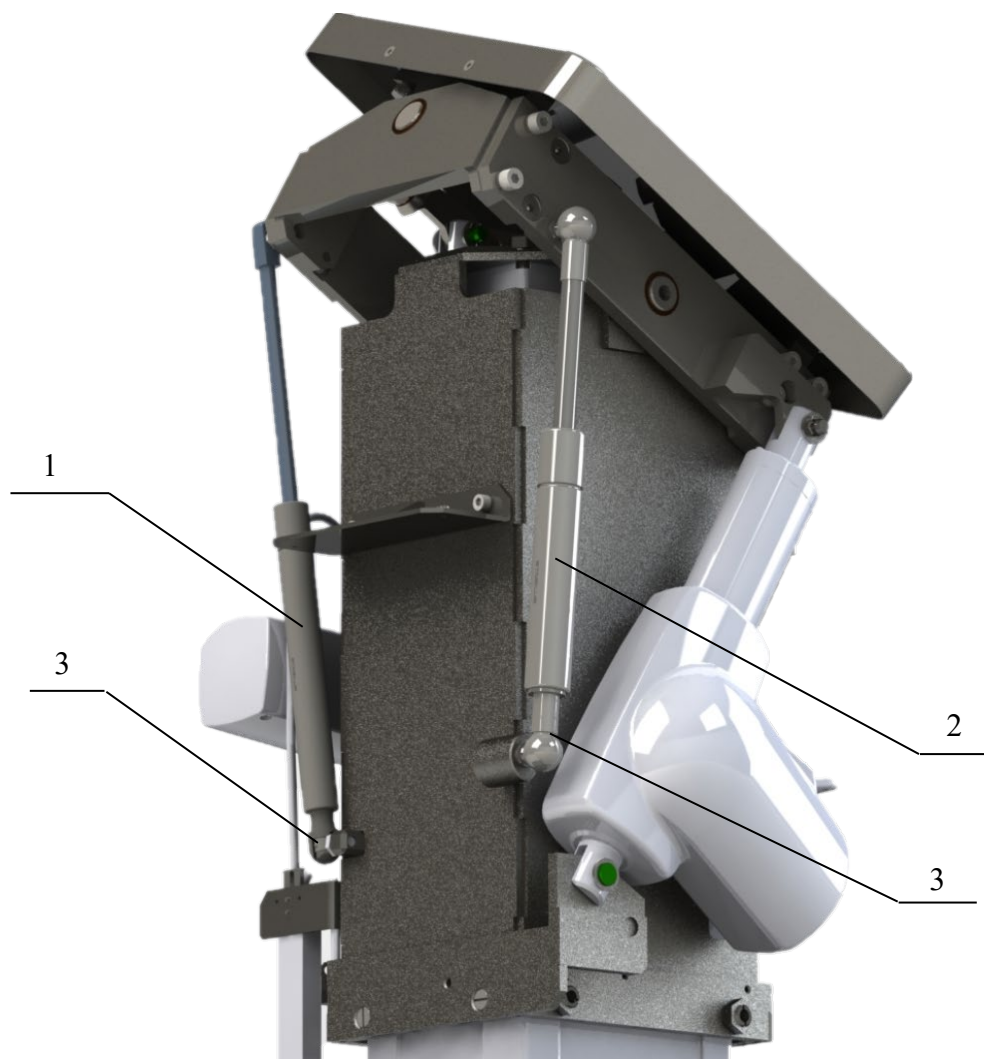

Рисунок 17. Снятие газовых пружин.
- установите панель стола в положение, при котором штоки газовых пружин 1 (Рисунок 17) будут максимально выдвинуты;